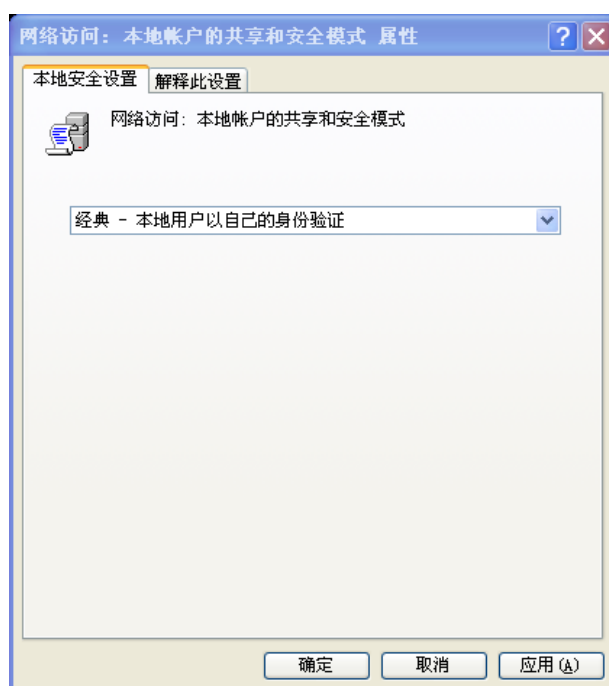

图 7-15 设置远程计算机
- (4) 将远程计算机的“控制面板-管理工具-本地安全策略-安全选项-网络访问：本地账户的共享和安全模式”改为经典-本地用户以自己的身份验证。设置过程如图 7-15 所示。